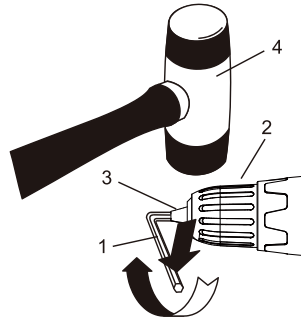

Fig. 16
2. Insérez une clé hexagonale (1) de $\frac{5}{16}$ / 8 mm ou plus dans le mandrin (2), puis serrez fermement les mâchoires du mandrin (figure 16). Assurez-vous que la totalité des mâchoires (3) du mandrin épouse les surfaces plates de la clé hexagonale.
3. À l'aide d'un maillet (4), tapez fortement la clé hexagonale dans le SENS HORAIRE. Cette action va desserrer la vis dans le mandrin pour un retrait facile.